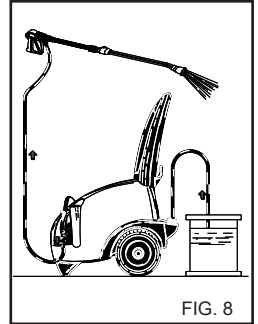

FIG. 8
Efter användning av rengöringsmedlet måste kemikalieinledningen spolas ur med rent vatten (fig. 8).
1) Efter användning med rengöringsmedel ska högtrycksvattnet sköljas ordentligt. Låt pumpen vara igång i 1 minut. Doseringskranen ska vara stängd. (fig. 8).
4) Efter användning med rengöringsmedel ska högtrycksvattensystemet sköljas ordentligt. Låt pumpen vara igång i 1 minut. Doseringskranen ska vara stängd.(fig. 8).